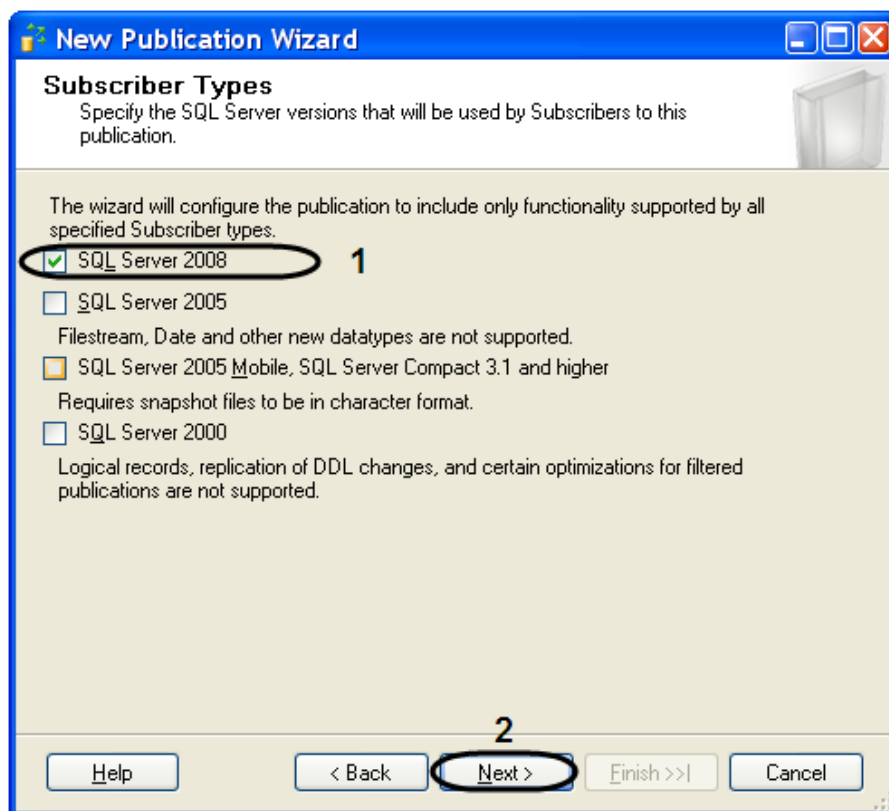

Рис. 11.3-6. Выбор типа подписчика
- 10.5. Указать тип подписчика, установив флажок «Sql Server 2008» (Рис. 11.3-6, 1).
10.6. Для продолжения нажать кнопку «Next >»(Рис. 11.3-6, 2).